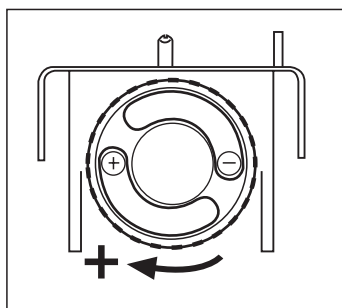

Fig. 11
- Ruotare la rotella in senso orario per alzare la pressione (Fig. 11)